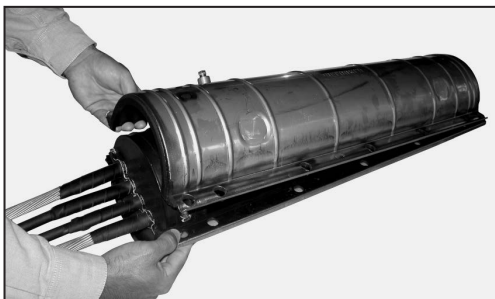

Figura 83
13.2 Coloque a tampa inferior (lado que não contém entrada da válvula) (figura 83).
13.3 Coloque a tampa frontal (figura 83).